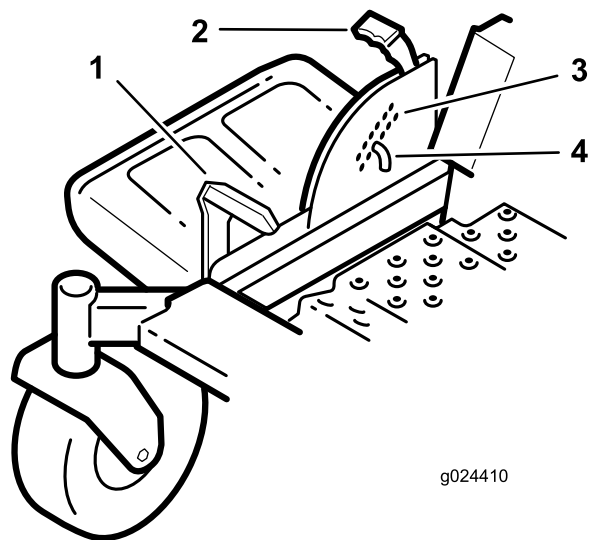

**Figura 22**
- Pressione o pedal para elevar a plataforma; continue a pressionar o pedal até que a plataforma esteja bloqueada na posição de transporte (Figura 22).
- Carregue no pedal de elevação da plataforma com o pé e puxe a pega de bloqueio de transporte para trás para desengatar o bloqueio de transporte (Figura 22).
- Carregue no pedal de elevação da plataforma com o pé e puxe a pega para trás para desengatar o bloqueio de transporte (Figura 22).